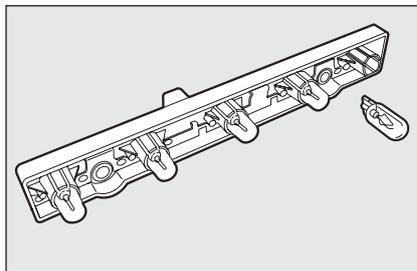

fig. 26
- défiler et remplacer les ampoules **fig. 26**.